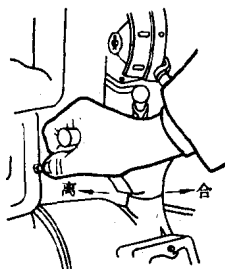

图 1-6 分开起动机离合器
- (4) 起动机离合器在分开位置(图1-6), 变速手柄在低档位置(参看图1-9)。